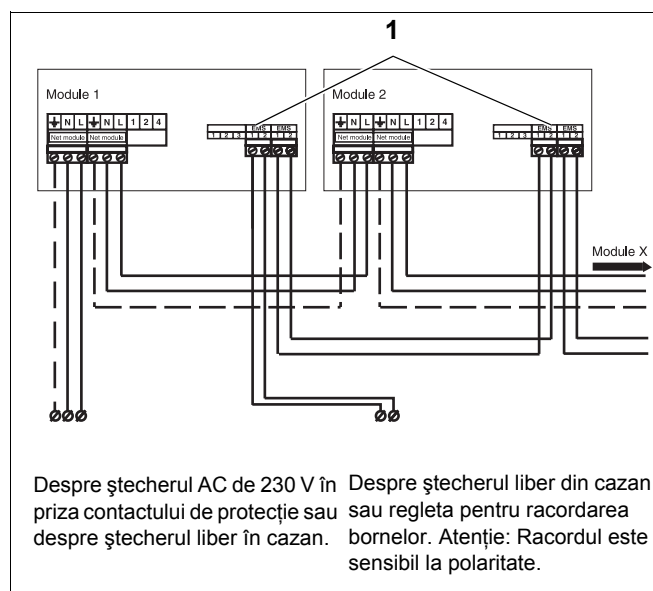
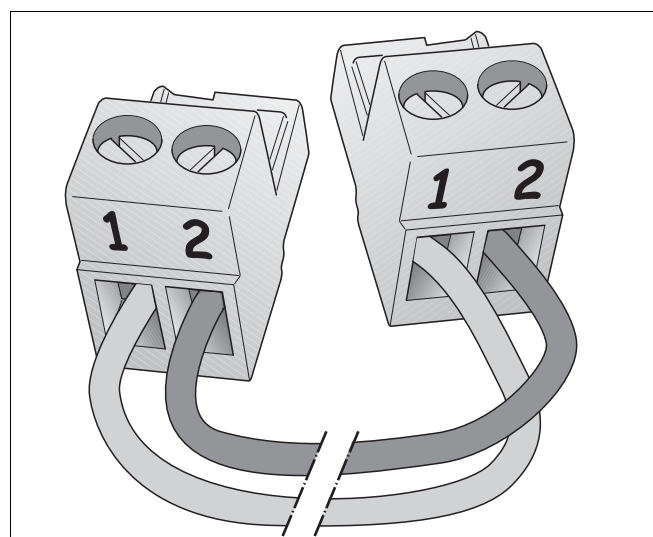
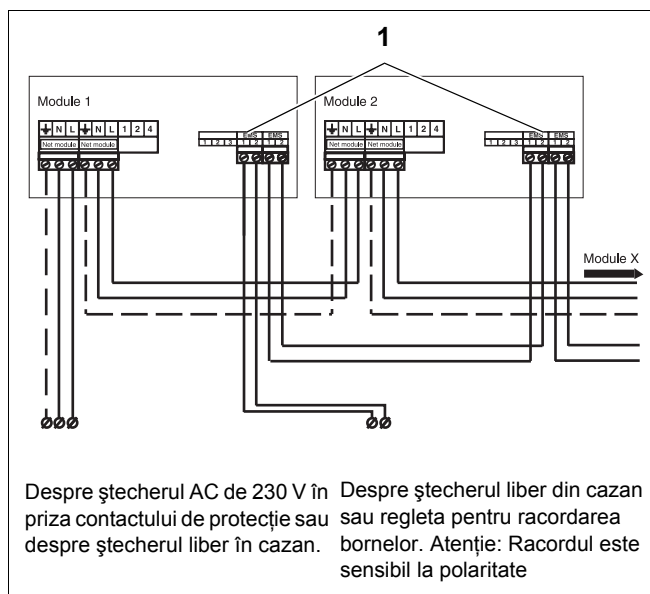

Fig. 49 Racordați mai multe module
Fig. 50 Polaritate EMS-Bus
Fig. 52 Racordați mai multe module
- Racordați cablul de rețea AC de 230 V al primului modul la următorul modul (Fig. 49).
În cazul modulului se poate să se afle deasupra racordului literele RC sau EMS (Fig. 49, **Poz. 1**).
- Când sunt folosite mai multe module racordul EMS-Bus al celui de-al doilea modul poate fi despărțit de primul modul. Pentru aceasta folosiți cablul livrat împreună cu modulul (Fig. 49 și 50).
- Racordați cablurile de la borna 1 la borna 1 și de la borna 2 la borna 2 (Fig. 49 și Fig. 50).
- Racordați cablurile de la borna 1 la borna 1 și de la borna 2 la borna 2 (Fig. 50 și Fig. 52).
- Racordați cealaltă parte a cablului de racord de la EMS-Bus la primul modul (Fig. 52).
- Racordați cablul de racord EMS-Bus al primului modul la următorul modul (Fig. 52).
- Racordați cablul de rețea AC de 230 V la modul (Fig. 52). Când sunt folosite mai multe module, alimentarea AC de 230 V al următorului modul poate să fie despărțită de modulul anterior cu ajutorul ștecherului livrat împreună cu modulul și al unui cablu de curent electric cu trei poli de $0,75 \text{ mm}^2$ cu cablu de protecție.
- Racordați cablul AC de alimentare de 230 V al modulului anterior la următorul modul (Fig. 52).